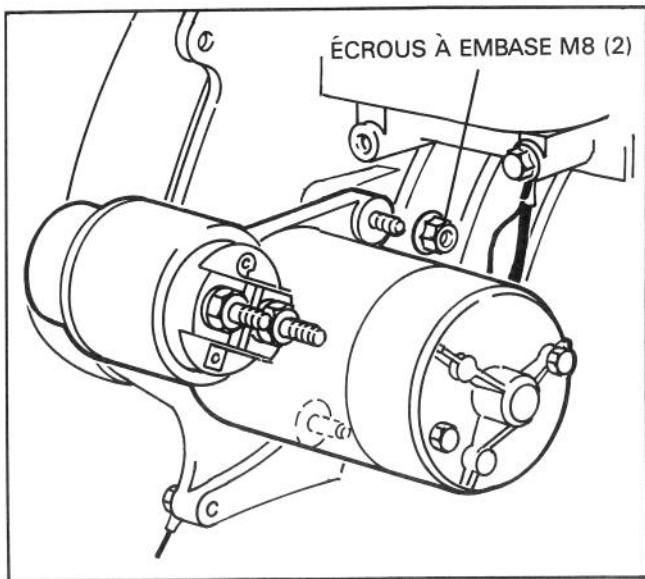

Figure 8
9. Assujetissez l'ensemble de moteur de démarreur au moteur à l'aide de deux écrous à embase M8 (fig. 8).